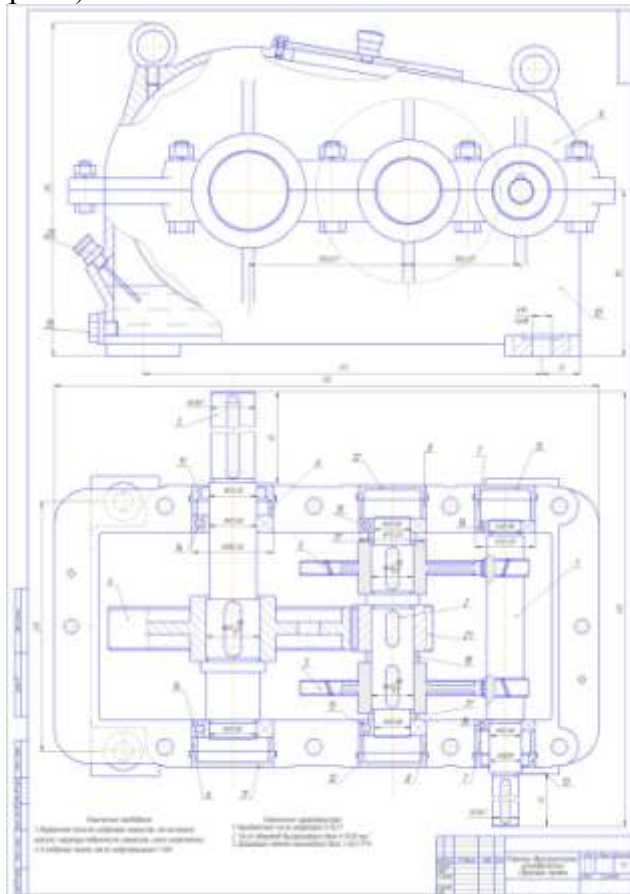

Рисунок 1 – Сборочный чертеж редуктора
**Пример:** Позиция 1 – вал ведущий или вал-шестерня. Позиция 2 – вал промежуточный. Позиция 3 – вал ведомый. Позиция 4 – зубчатое колесо. Позиция 5 – два одинаковых зубчатых колеса, и т.д. (см. рисунок 1).